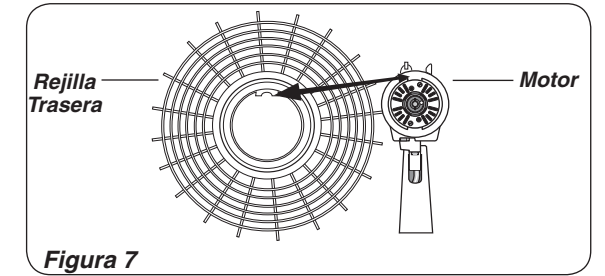

Figura 7
1. Inclinara la **Cabeza del Ventilador** hacia atrás. Coloque la **Rejilla Trasera** en el **Motor**. (Figura 7)